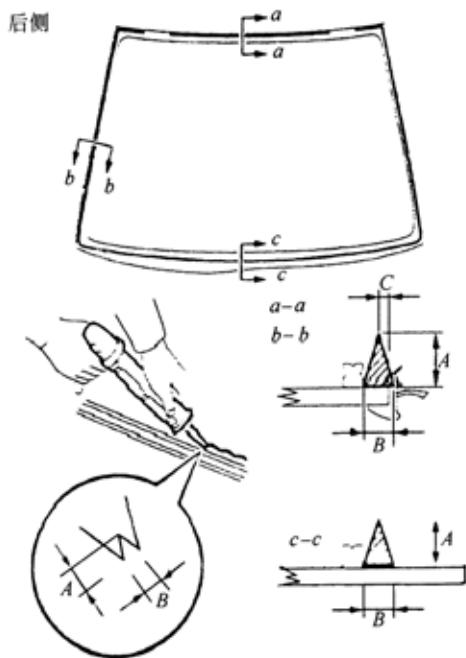

图 9-231
②准备好带套筒的密封枪。
③如图 9-231 和表 9-105 所示给玻璃上黏合剂。